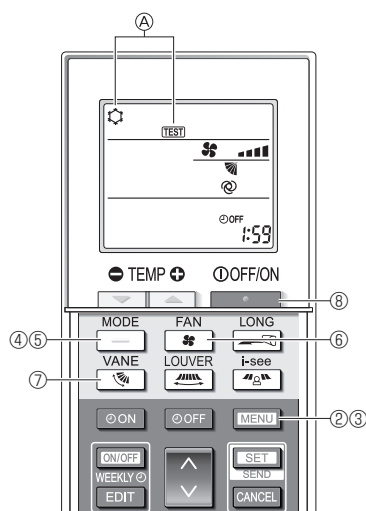

Fig. 7-8
- ① Active la unidad al menos 12 horas antes de realizar una prueba de funcionamiento.
- ② Pulse el botón **MENU** durante 5 segundos. (Fig. 7-8)
- ③ Pulse el botón **MENU**.
En pantalla se visualiza ④ [TEST] (PRUEBA) y el modo actual de funcionamiento. (Fig. 7-8)
- ④ Pulse el botón **—** para activar el modo de refrigeración, y compruebe si sale aire frío de la unidad.
- ⑤ Pulse el botón **—** para activar el modo de calefacción, y compruebe si sale aire caliente de la unidad.
- ⑥ Pulse el botón **—** y compruebe si cambia la velocidad del ventilador.
- ⑦ Pulse el botón **—** y compruebe que el sistema automático de desviación del aire funciona correctamente.
- ⑧ Pulse el botón **—** para detener la prueba de funcionamiento.